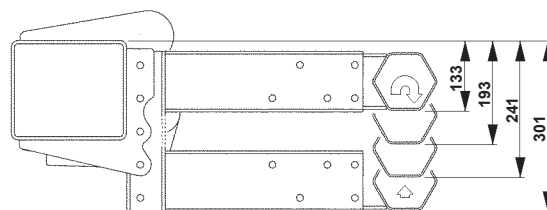

Bild 36. Den inre delen av konsolerna kan monteras i fyra olika höjdlägen
1. Montera den inre delen av respektive konsol, de kan monteras i fyra olika höjdlägen. Välj ett höjdläge som ger en position som uppfyller de lagstadgade kraven, se avsnitt "6.6.2 Lagstadgade mått" på sida 23. Använd tillhörande skruv M12x100. Montera utan att dra åt skruvarna, se Bild 36.